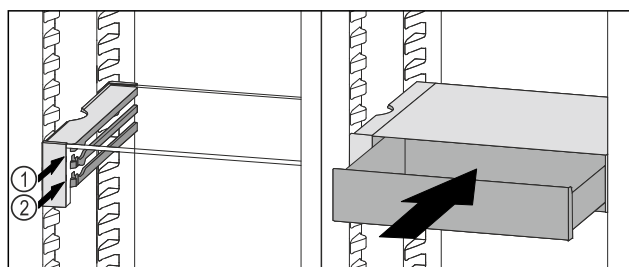

Fig. 109
- ▶ Stavite ladicu VarioSafe ukoso iza zaustavljača na željeni žlijeb Fig. 109 (1) ili Fig. 109 (2).